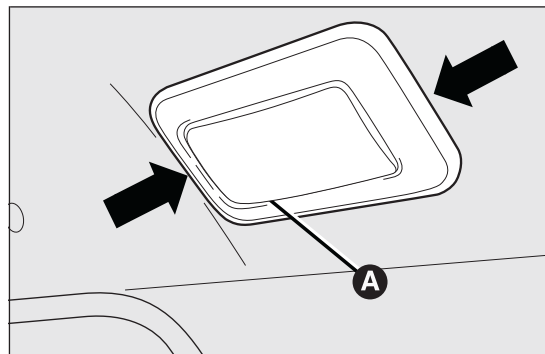

fig. 169
- estrarre la plafoniera A fig. 169 agendo nei punti indicati dalle frecce;